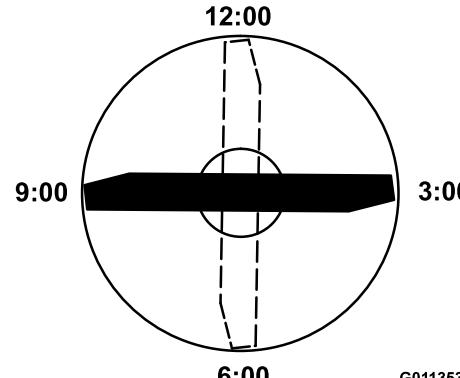

Figura 81
4. Posicione a extremidade de corte da extremidade marcada da lâmina nas 12 horas (a direito na direção do corte) (Figura 81) e meça a altura da mesa à extremidade de corte da lâmina.
5. Rode a extremidade marcada da lâmina para as posições das 3 horas e das 9 horas (Figura 81) e meça as alturas.